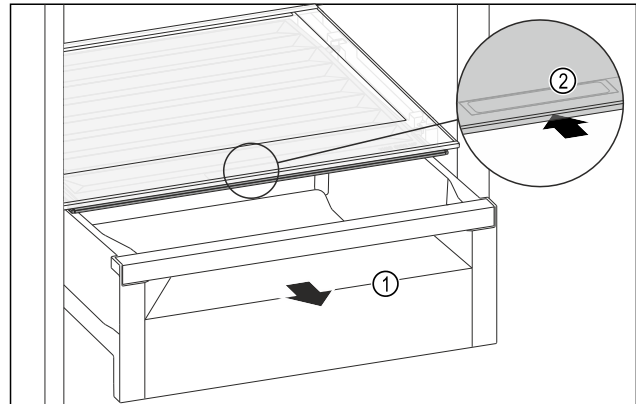

Fig. 127
- Schubfach Fig. 127 (1) herausziehen.
- Griffmulde Fig. 127 (2) am Fachdeckel anfassen und Fachdeckel gleichzeitig nach hinten schieben.